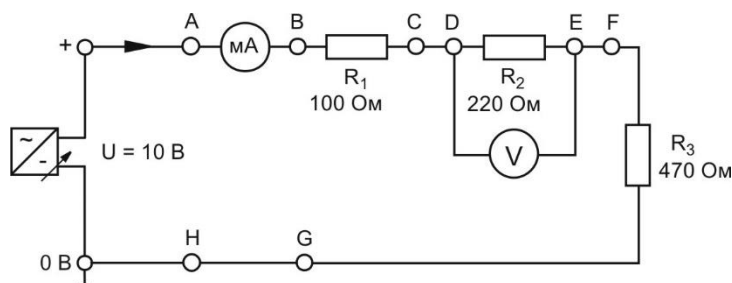

Рисунок 1 - Последовательное соединение резисторов
2. Собрать схему, согласно рис. 1